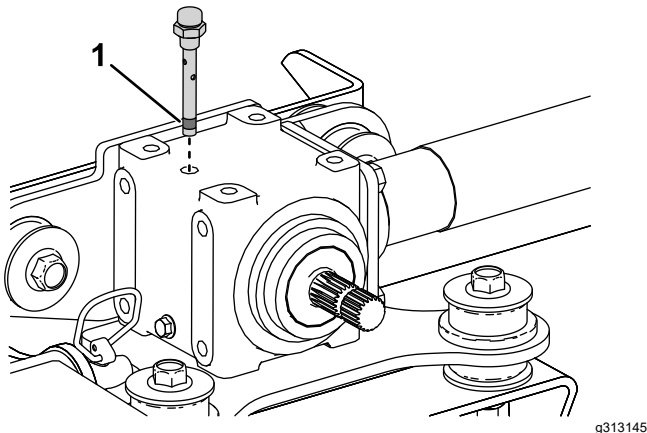

Figura 24
2. Retire el tapón del respiradero de la parte superior de la caja de engranajes (Figura 24) y compruebe que el lubricante está entre las marcas de llenado en la parte inferior del tapón del respiradero. Si el nivel de lubricante es bajo, añada suficiente lubricante para que el nivel quede entre las marcas.